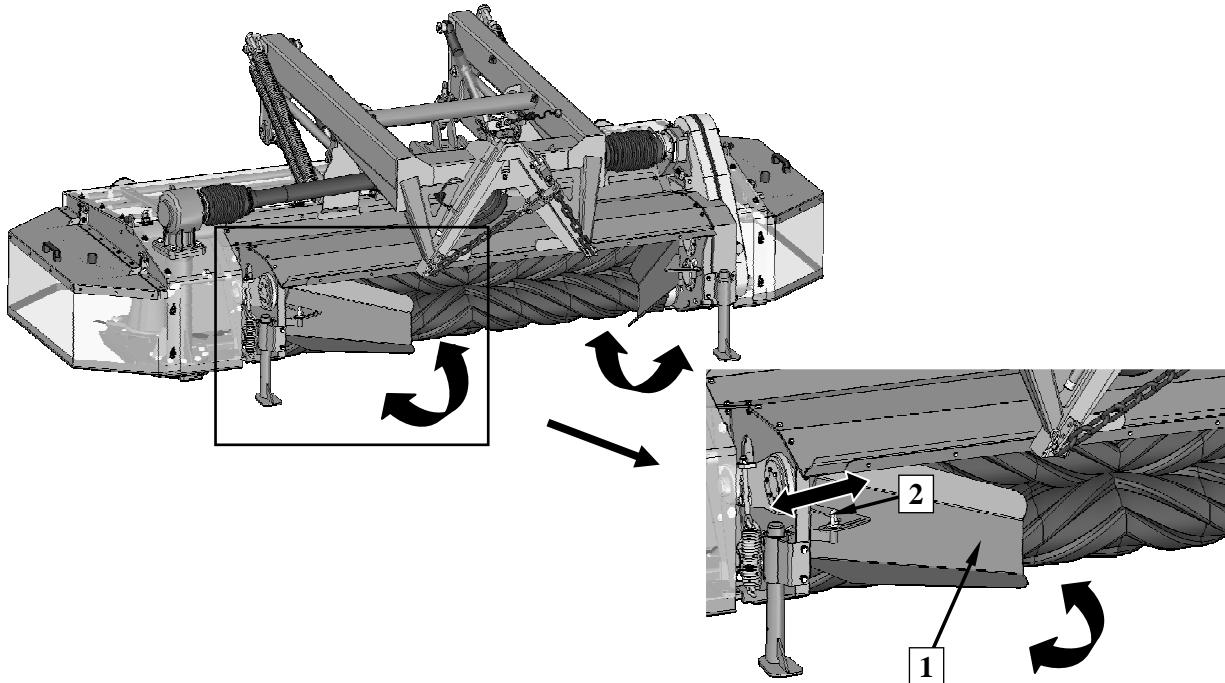

Рис. 22. Регулировка скребков покоса: 1- скребок покоса, 2 – регулировочный болт
С целью установки ширины покоса следует совершить регулировку скребков покоса (1) (**Рис. 22**) (касается: KDF W):
- травить болт с петлей (2) скребка покоса,
- установить скребок покоса (1) в зависимости от требования,
- докрутить болт (2).